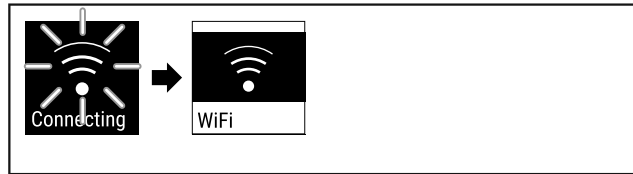

Fig. 76
- ▶ З'єднання створюється (див. Fig. 76).